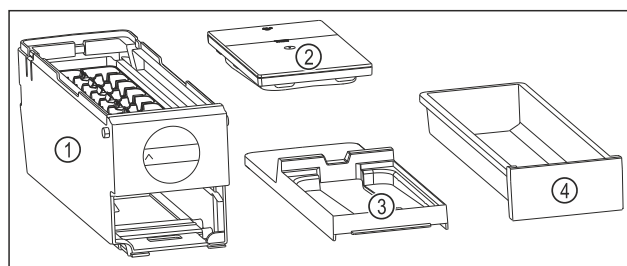

Fig. 138 Componenti dell'EasyTwist-Ice
- ▷ L'EasyTwist-Ice è scomposto in quattro parti. (vedere Fig. 138)
- ▶ Smontare l'EasyTwist-Ice scomponendo solo gli elementi rappresentati in figura. (vedere Fig. 138)
- ▶ Pulire l'intero corpo dell'EasyTwist-Ice Fig. 138 (1).